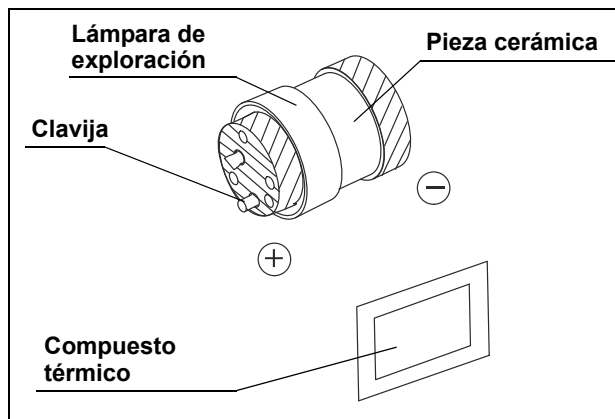

Figura 5.6
2. Aplique con el dedo una capa gruesa y uniforme de compuesto térmico que se entrega con la nueva lámpara de exploración, en el electrodo del lado "+" de la lámpara de exploración (véase las secciones rayadas que aparecen en la figura 5.6).
3. Introduzca el electrodo del lado "+" de la lámpara de exploración (véase la figura 5.6) en el disipador de calor (B) y apriete firmemente los tres tornillos con la llave hexagonal.
4. Aplique con el dedo una capa gruesa y uniforme de compuesto térmico en la parte exterior del electrodo del lado "-" de la lámpara de exploración (véase la otra sección rayada que aparecen en la figura 5.6).
5. Introduzca el electrodo del lado "-" de la lámpara de exploración (véase la figura 5.6) en el disipador térmico (A) hasta el tope.